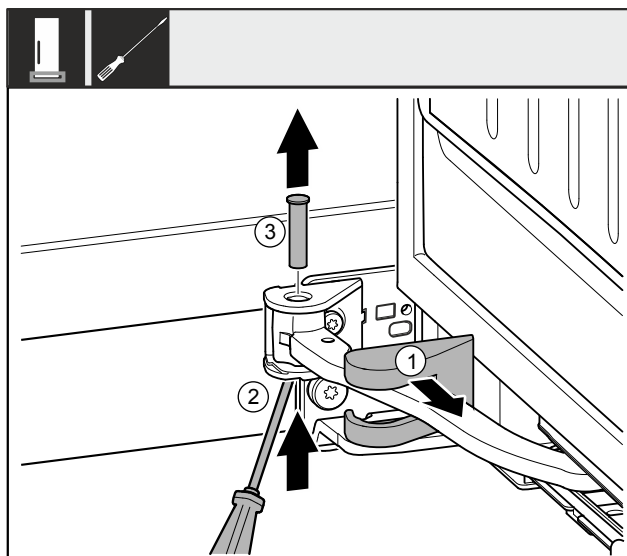

Fig. 10
► 卸下托架盖 Fig. 10 (1)并沿着铰链移动。
► 将螺栓 Fig. 10 (2)用螺丝刀从下方提起。
► 从上方拉出螺栓 Fig. 10 (3)。